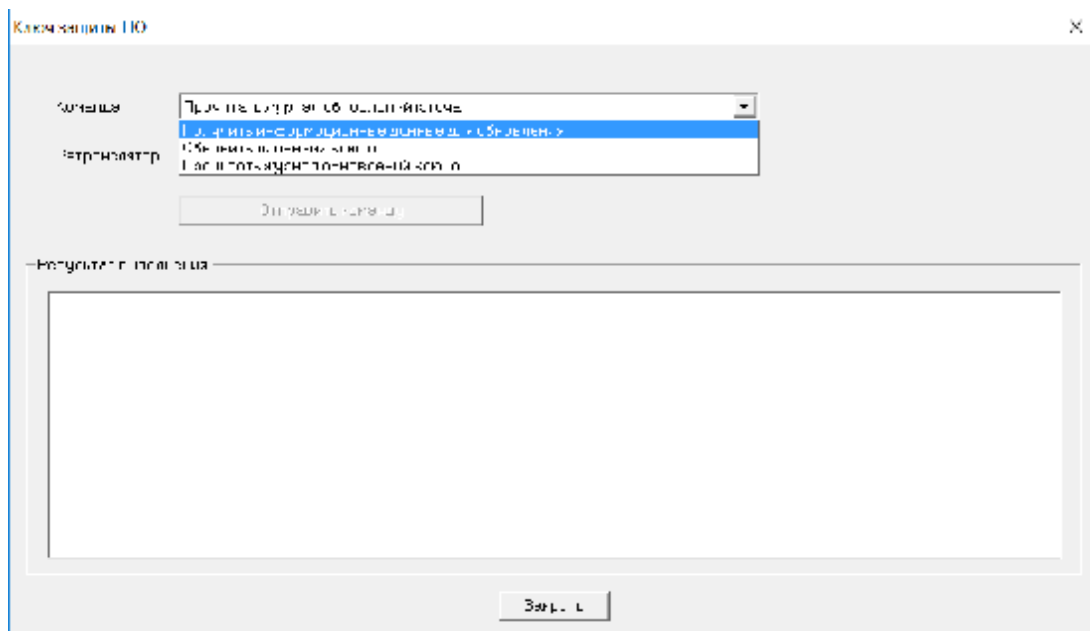

Рис.1.
2.2.1 Для формирования информационного файла на запрос изменений количества лицензий в НТ ЗАО «Аларм», необходимо запустить ПО DI.EXE и войти в п. меню «Сервис»/«Ключ защиты ПО» (рис.1).